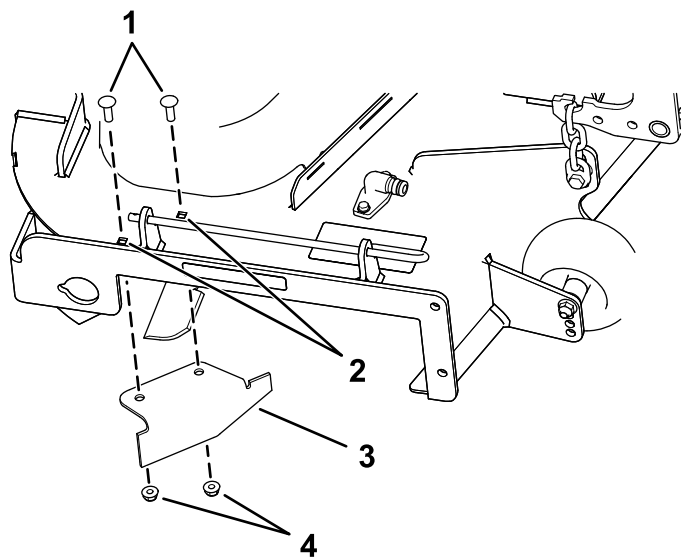

Figura 31
9. Localize o abafador de corte no saco das peças soltas e retire as fixações nos furos posteriores da placa de descarga (Figura 31).